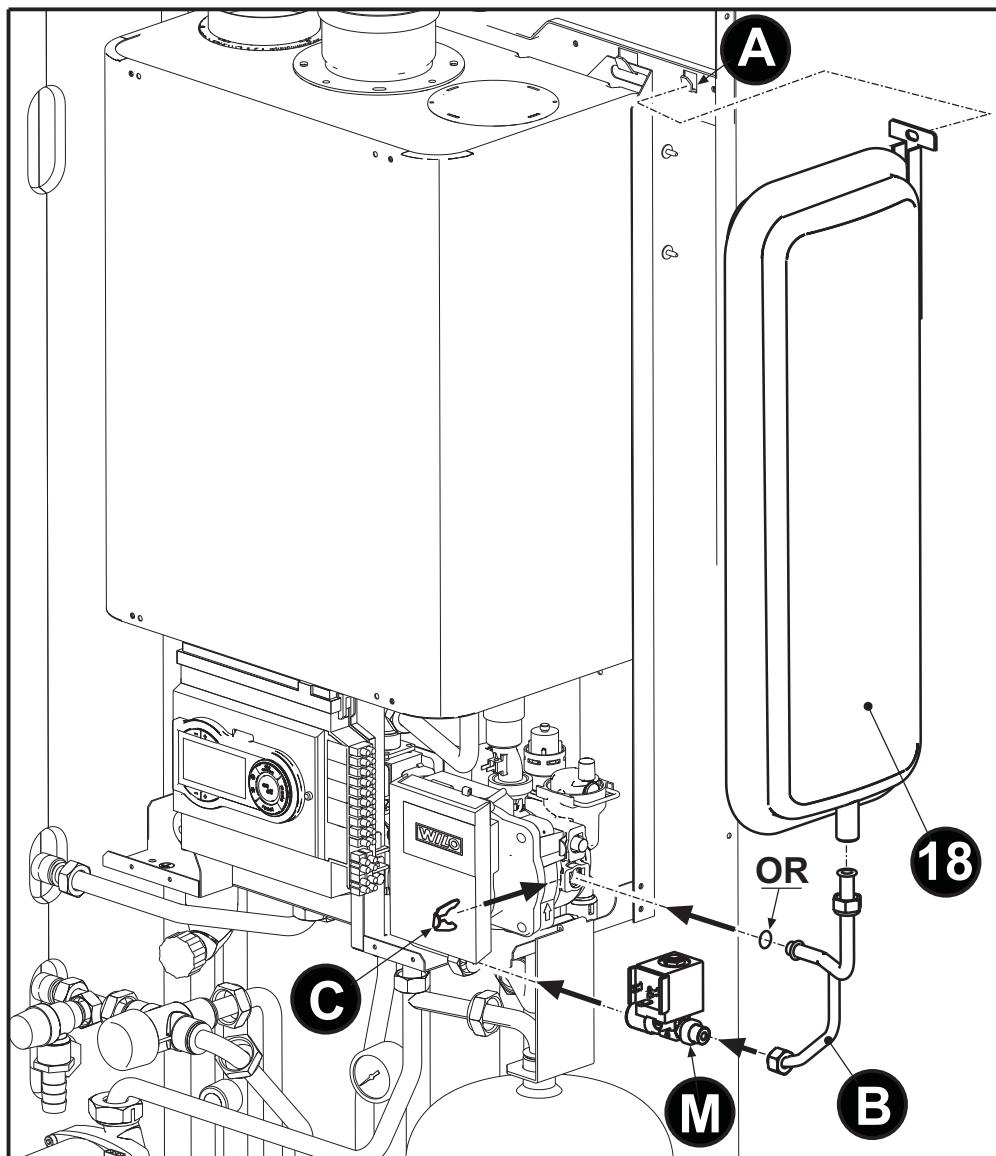

fig. 43
- Agganciare alla apposita staffa interna (A - fig. 43) il vaso di espansione “18”. Collegare il tubo “B” alla pompa e successivamente il vaso di espansione e l’elettrovalvola “M” verificando di inserire a fondo la molletta di fissaggio (C - fig. 43) sulla pompa.